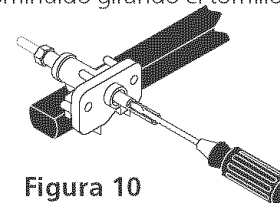

Figura 10
- b. El quemador se deberá encender en cuatro (4) segundos para un funcionamiento normal, después de que el aire haya sido purgado de la tubería de suministro de gas. Controle visualmente que el quemador se haya encendido.
10.4 Ajuste de la Posición LOW (BAJA) Para la Válvula del Quemador Superior (Figura 10)